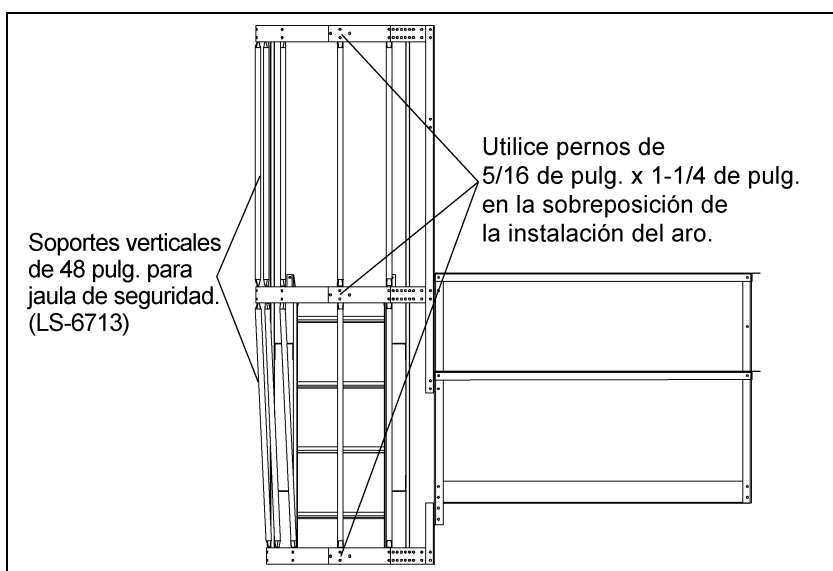

Figura 8N Soportes Verticales
Una vez que las instalaciones de los 3 aros se hayan colocado en su lugar, conecte los soportes verticales de 48 pulg. de instalación como se muestra en la Figura 8N. Esto requiere de diez (10) soportes, cinco (5) entre cada uno de los sets de aros. El segundo set de soportes verticales se debe doblar en el area plana para permitir la disminución gradual de la instalación del aro del fondo. Use pernos de 5/16 pulg. x 1 pulgadas (a menos que así se indique) con sus cabezas mirando hacia el interior de la jaula de seguridad.